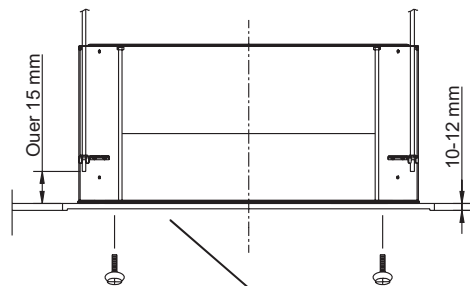

Abb.8
- Der Aufhängebolzen muss je nach Abstand des Schraubenbodens und des Gerätebodens mindestens 15mm lang sein. Siehe Abb. 8.